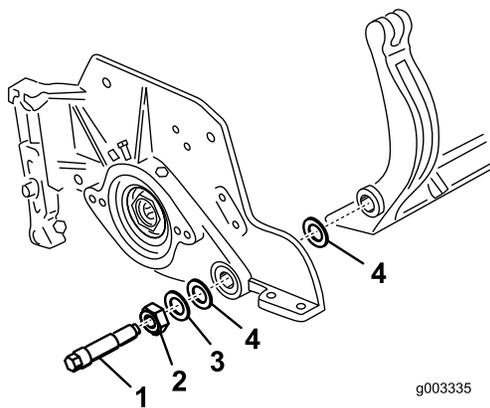

**Figura 32**
3. Desaperte a porca de bloqueio que segura a cavilha da barra de apoio, em cada um dos lados da máquina (Figura 32).